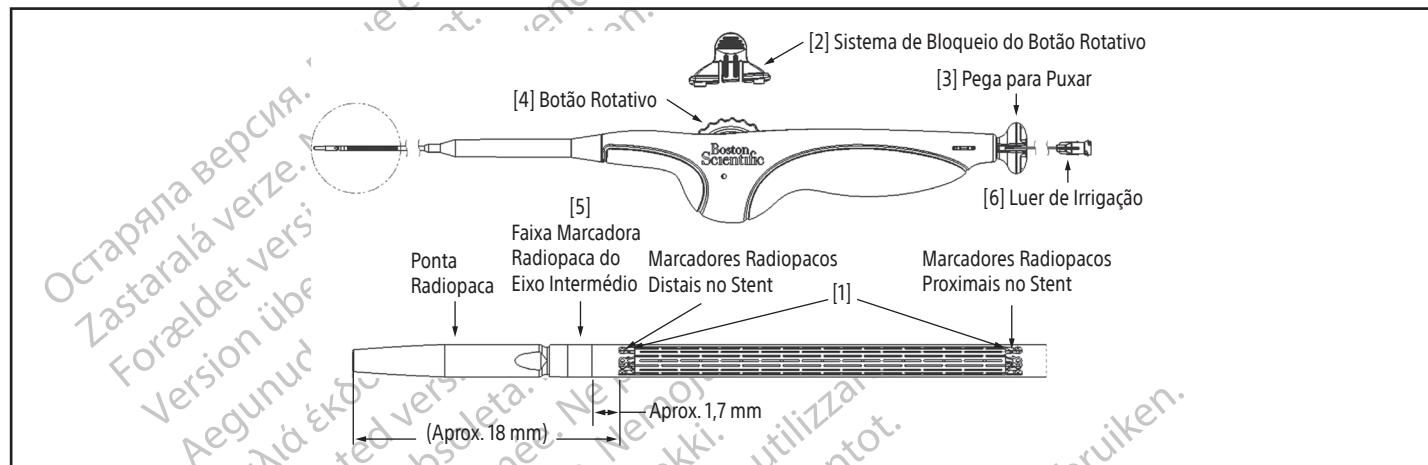

Figura 1. Sistema Introdutor de Stent
8. Retire o Luer de irrigação [6] (puxando a seringa ou puxando o Luer de irrigação [6]) (Consulte a **Figura 1**).
Procedimento de Desdobramento do Stent (Consulte a Figura 1)